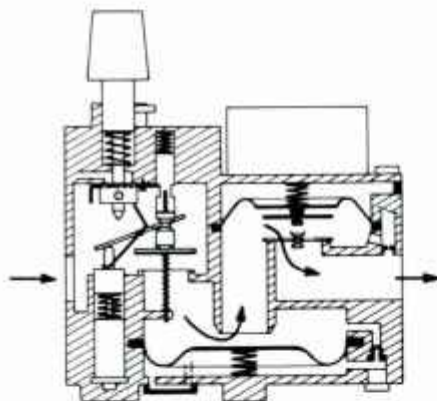

fig. 3 OUVERTURE
- b) **Ouverture de la vanne (fig. 3).** Le thermocouple chauffé, retient l'armature de la tête magnétique en position armée. On peut relâcher le bouton de commande. Le clapet de sécurité reste ouvert, la vanne de régulation se décomprime et libère le gaz vers le retardateur. Sous l'effet d'une décompression ralentie par un évent de petite section, la membrane du retardateur n'autorise, pendant quelques secondes, l'écoulement de gaz vers la sortie, que par le by-pass calibré à la valeur choisie. Puis la levée complète libère le passage total vers le brûleur, le débit de gaz s'élève alors à la limite fixée par le réglage de la butée de la vanne (BC 881), ou par le régulateur de pression (BC 891).